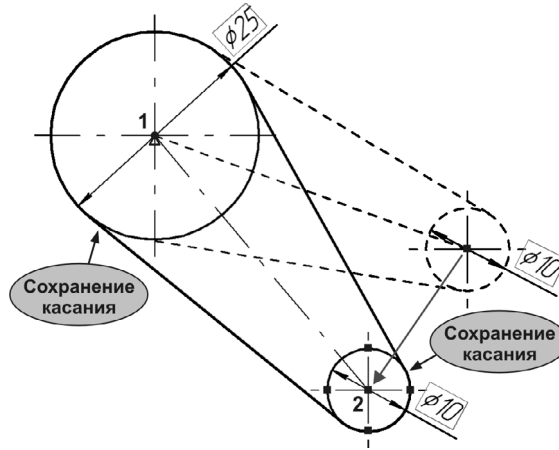

Рис. 59.39.
- 1.2. Переместите ее центральную характерную точку, как это показано на рис. 59.39.